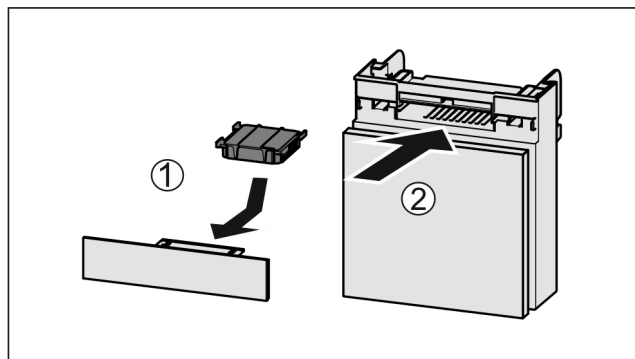

Fig. 200
- Filtr s aktivním uhlím vložte podle vyobrazení Fig. 200 (1).
- Zásuvku zasuňte Fig. 200 (2).